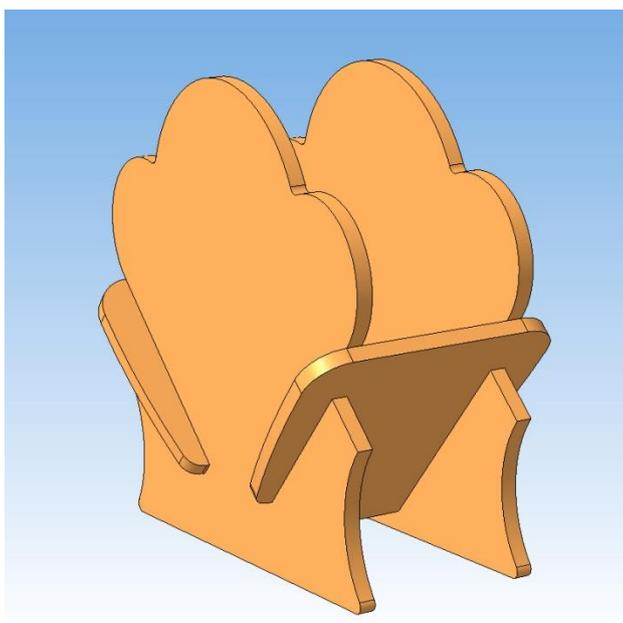
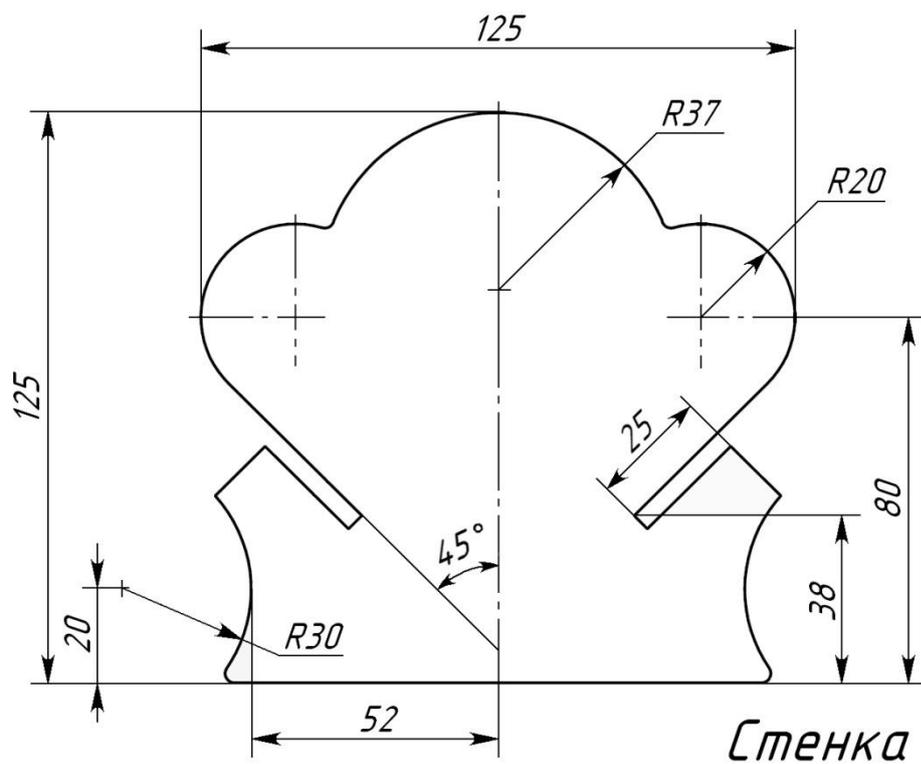

Рис. 1
Рис. 3
1. С помощью рисунков (см. рис. 1; 2) и чертежей (см. рис. 3; 4) сконструировать деталь донца (деталь №2).